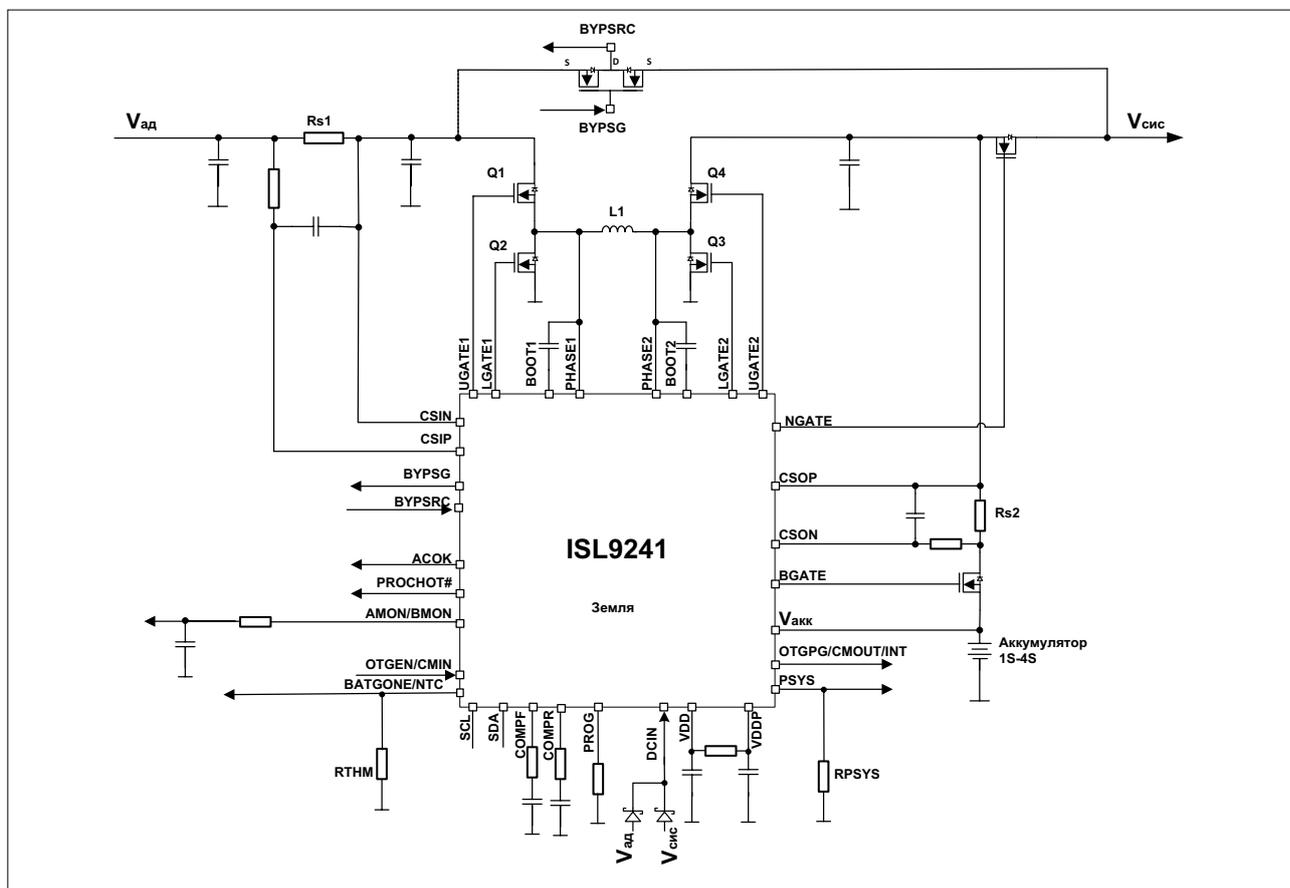

Рис. 8. Схема типowego применения комбинированного ЗУ ISL9241
ISL9241 поддерживает работу в режиме обратного понижения, повышения, или повышения–понижения к адаптеру порта (режим OTG) для аккумуляторов, содержащих от двух до четырех элементов. В результате обеспечивается подача выходного напряжения с USB-C Power Delivery (PD) для портов электропитания с программным управлением (PPS). ISL9241 может работать только с аккумулятором, только с адаптером или совместно с адаптером и аккумулятором. Мощность системы обеспечивается адаптером, аккумулятором или адаптером и аккумулятором вместе. Системам, совместимым с Intel IMVP, ЗУ ISL9241 предоставляет функцию монитора потребляемой мощности (PSYS) (см. рис. 8), которая посылает аналоговый сигнал, характеризующий общую мощность платформы. Выходной сигнал PSYS может подстраиваться к регуляторам питания ядра IMVP для обеспечения функции управления питанием, совместимой с технологией IMVP. ISL9241 также отслеживает сигнал «горячий процессор» (PROCHOT#) и поддерживает дополнительный режим (Supplemental Mode), что отвечает требованию компании Intel по адаптивной защите Vmin Adaptive Protection (VAP), заключающейся в поддержании напряжения аккумулятора выше установленного минимума. В устройстве ISL9241 применяется последователь-